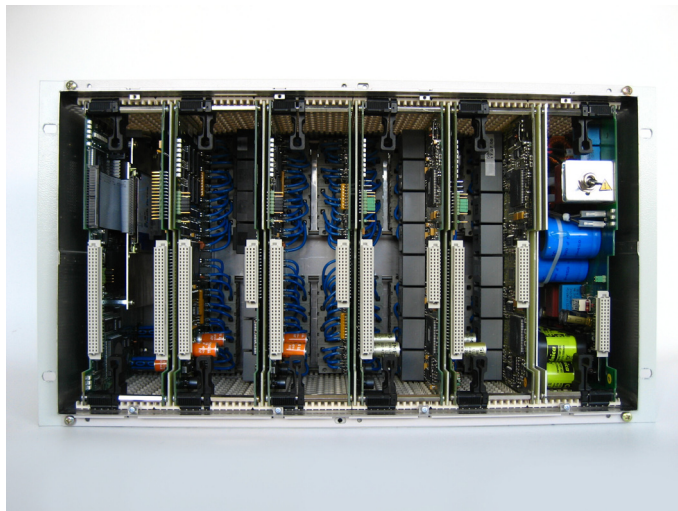

Bild 2-5 Innenansicht des Gerätes ohne Busplatine
- Ziehen Sie von den Baugruppen die Busplatine ab und legen Sie diese beiseite (siehe Bild 2-5).